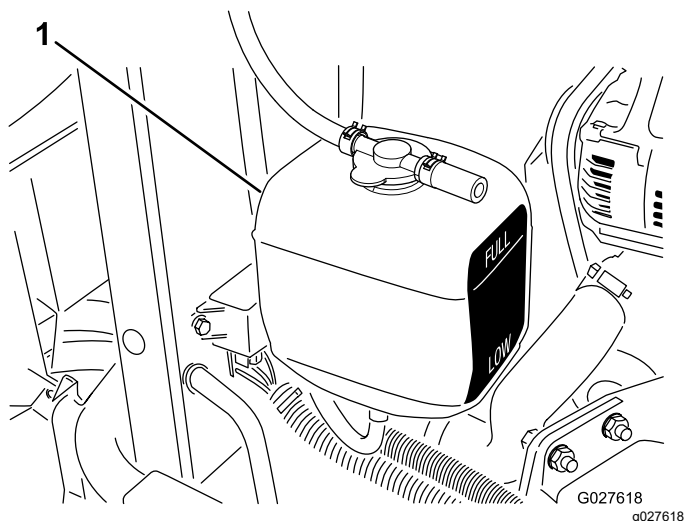

Figura 68
2. Verifique o nível de líquido de refrigeração do depósito secundário (Figura 68).